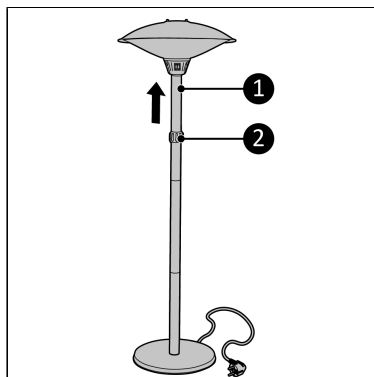

Figure 48.
9. Desserrez l'anneau de réglage (Figure 48, pos. 2) et faites glisser le tube intérieur (Figure 48, pos. 1) hors du tube réglable jusqu'à la hauteur maximale.